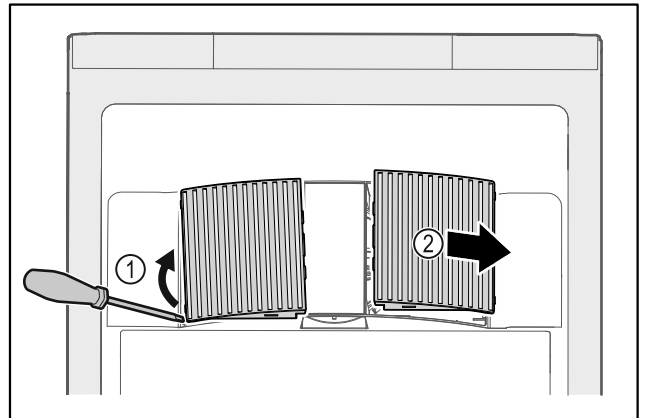

Fig. 58
- ▶ Kangutage ventilaatorikatte ettevaatlikult küljelt välja Fig. 58 (1) ja võtke ettepoole maha Fig. 58 (2).